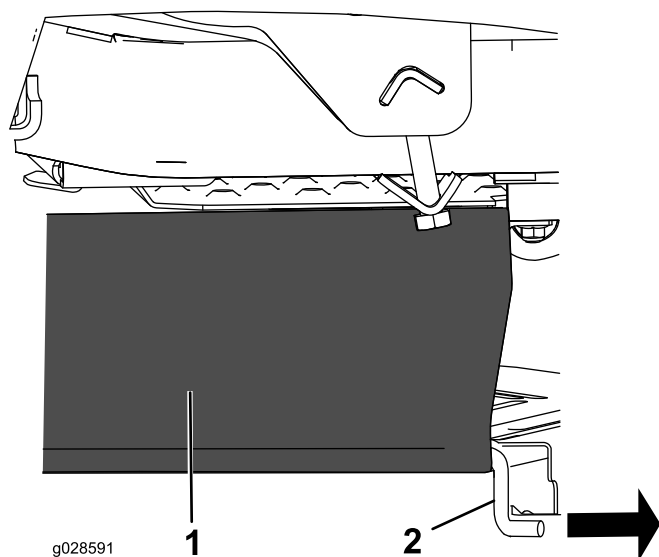

Figura 13
1. Fate scorrere l'asta di supporto esistente ed estraetela dalla cortina del piatto di taglio (Figura 13); conservate l'asta per un uso futuro della macchina senza cesto di raccolta.